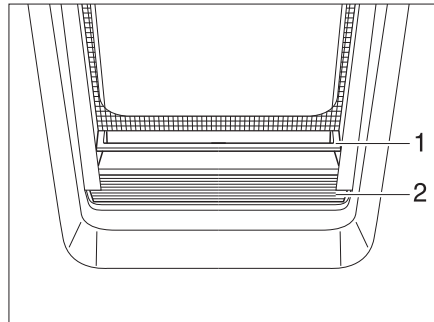

Fig. 27 Dispositif occultant plissé
- Saisir le dispositif occultant plissé (Fig. 27,2) au centre du rebord de saisie (Fig. 27,1), tirer de bas en haut et relâcher à la hauteur désirée. Le dispositif occultant plissé reste alors à cette hauteur.